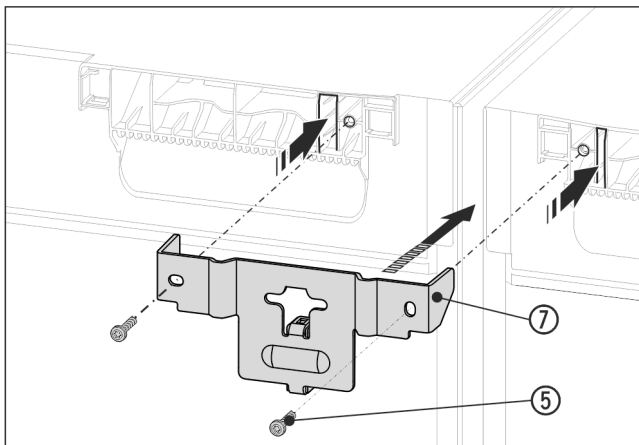

Fig. 16 Beispielhafte Darstellung
- ▶ Winkel Fig. 16 (7) mit dem Distanzstück zwischen die Geräte und mit den Laschen in die Gerätedecke schieben. Mit 2 Schrauben Fig. 16 (5) festschrauben.